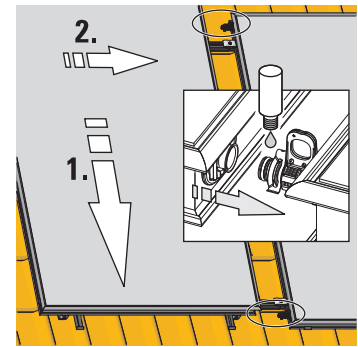

Bild 3-25 Nächsten Flachkollektor positionieren
6. Nächsten Flachkollektor (siehe Abschnitt 3.4.4, Arbeitsschritt 2) auf die Montagewiseiten heben und mit Abstand zu den Kompensatoren in die Sicherungshaken einhängen (Bild 3-25).